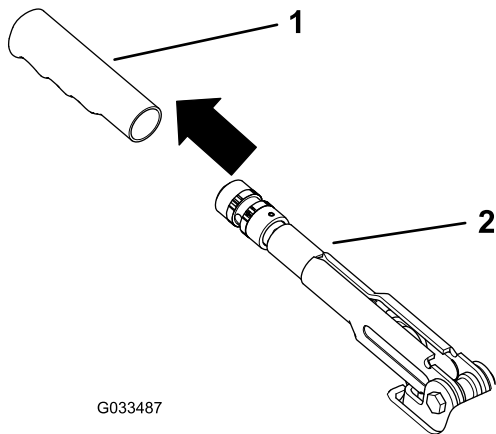

Bild 64
1. Nehmen Sie den Gummigriff vom Feststellbremshebel ab (Bild 64).